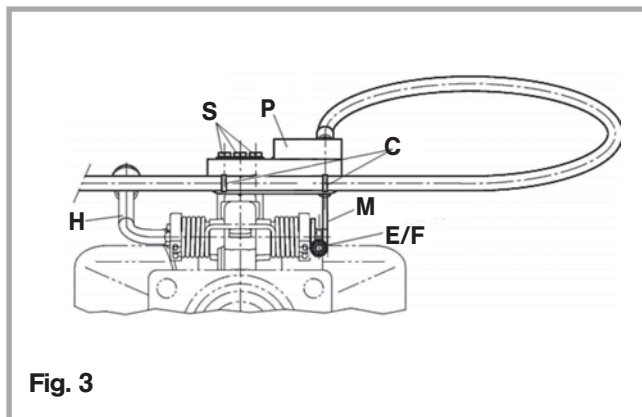

Fig. 3
- Vissez le support P du câble Bowden, à l'aide de 3 vis S et 3 rondelles d'écartement R, entre le support et le boîtier de la transmission automatique, avec un couple de **85 Nm** (figure 3 et 4).